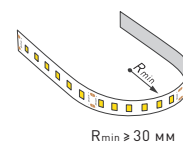

Рис. 4. Вертикальный радиус изгиба ленты
- Вертикальный радиус изгиба ленты 30 мм (рис. 4).